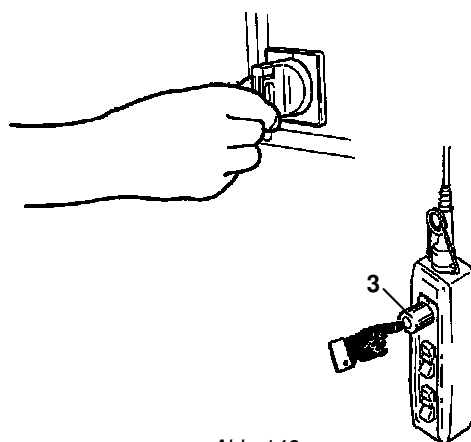

Abb. 146
2. Unterbrechen Sie die Betriebsspannung des E-Zugs, indem Sie den Not-Aus-Taster -3- drücken und den Hauptschalter auf „O“ oder „OFF“ stellen. Begeben Sie sich unter den nötigen Sicherheitsvorkehrungen in den Arbeitsbereich und bewahren Sie die Druckknopftafel in der Höhe auf, um zu vermeiden, dass sie vom Boden aus betätigt werden kann (Abb. 146).